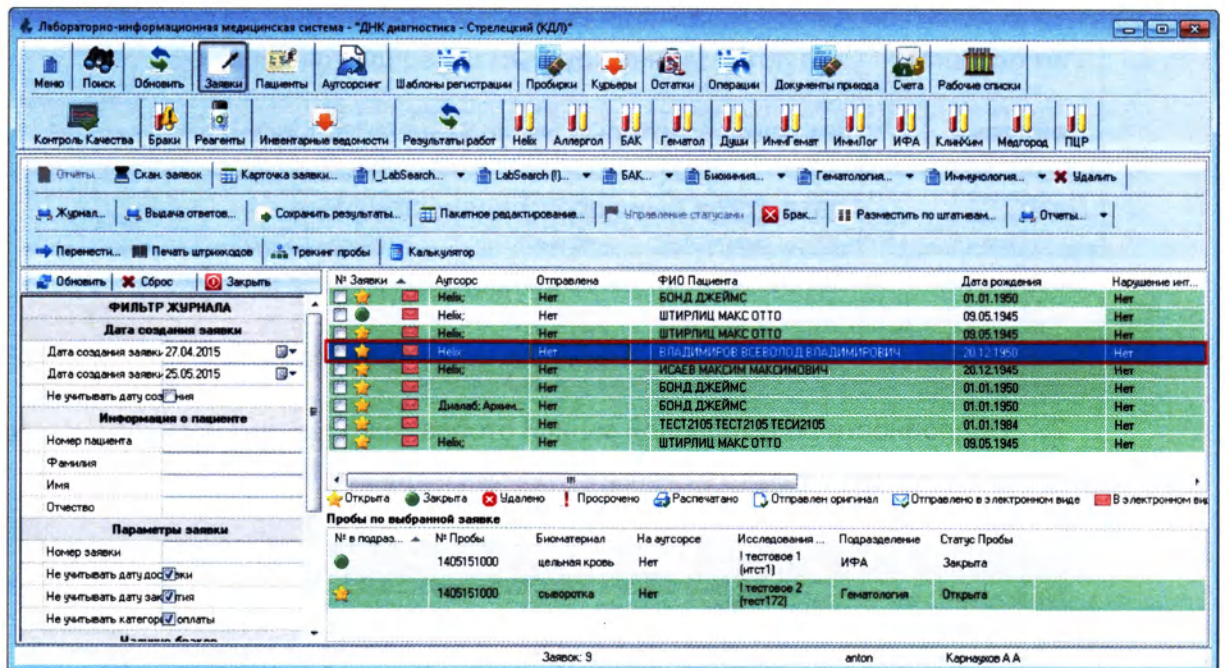

Рисунок 14.10
2. В журнале «**Заявки**» выберите необходимую заявку, щелкнув по ней левой кнопкой мыши (Рисунок 14.10):